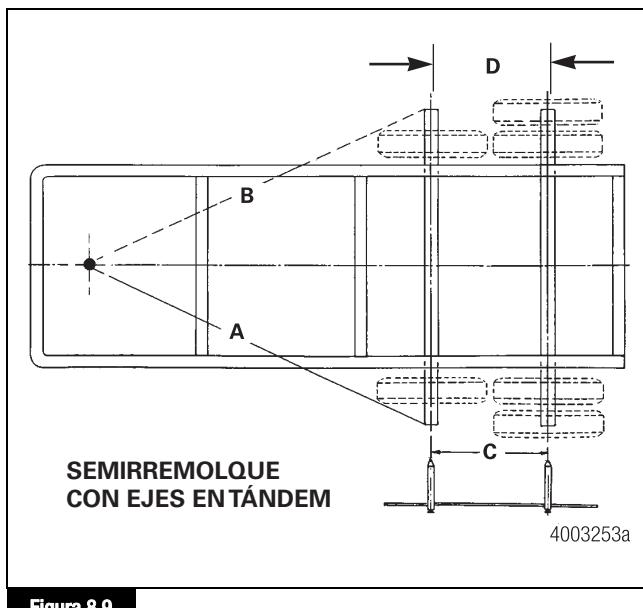

Figura 8.9
2. Mida "C" y "D", la distancia entre los ejes de la parte delantera y la parte trasera por el lado de la carretera y de la acera del semirremolque. La diferencia entre estas dimensiones no debe ser superior a  $\pm 0.03125$  de pulgada ( $\pm 0.79$  mm). En caso necesario, ajuste el eje trasero hasta que la diferencia cumpla con las especificaciones. Figura 8.9.